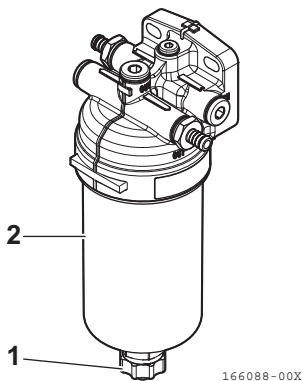

Figura 12
- 2. Retire o bujão de drenagem (Figura 12, (1)).
- 3. Retire a tampa do filtro (Figura 12, (2)) com uma chave de aperto (chave de aperto plana: 30).